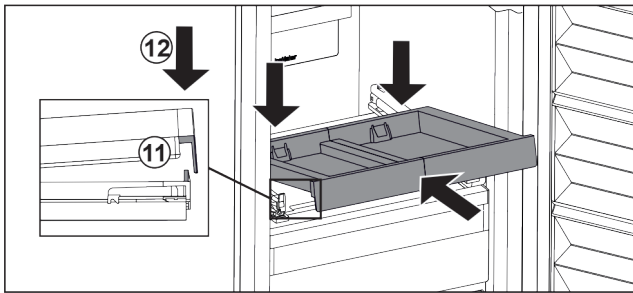

Fig. 84
- ▶ Inserire in modo inclinato. Assicuratevi che l'arresto sia dietro la linguetta su entrambi i lati. Fig. 84 (11)
- ▶ Abbassare il ripiano estraibile nella parte anteriore. Fig. 84 (12)